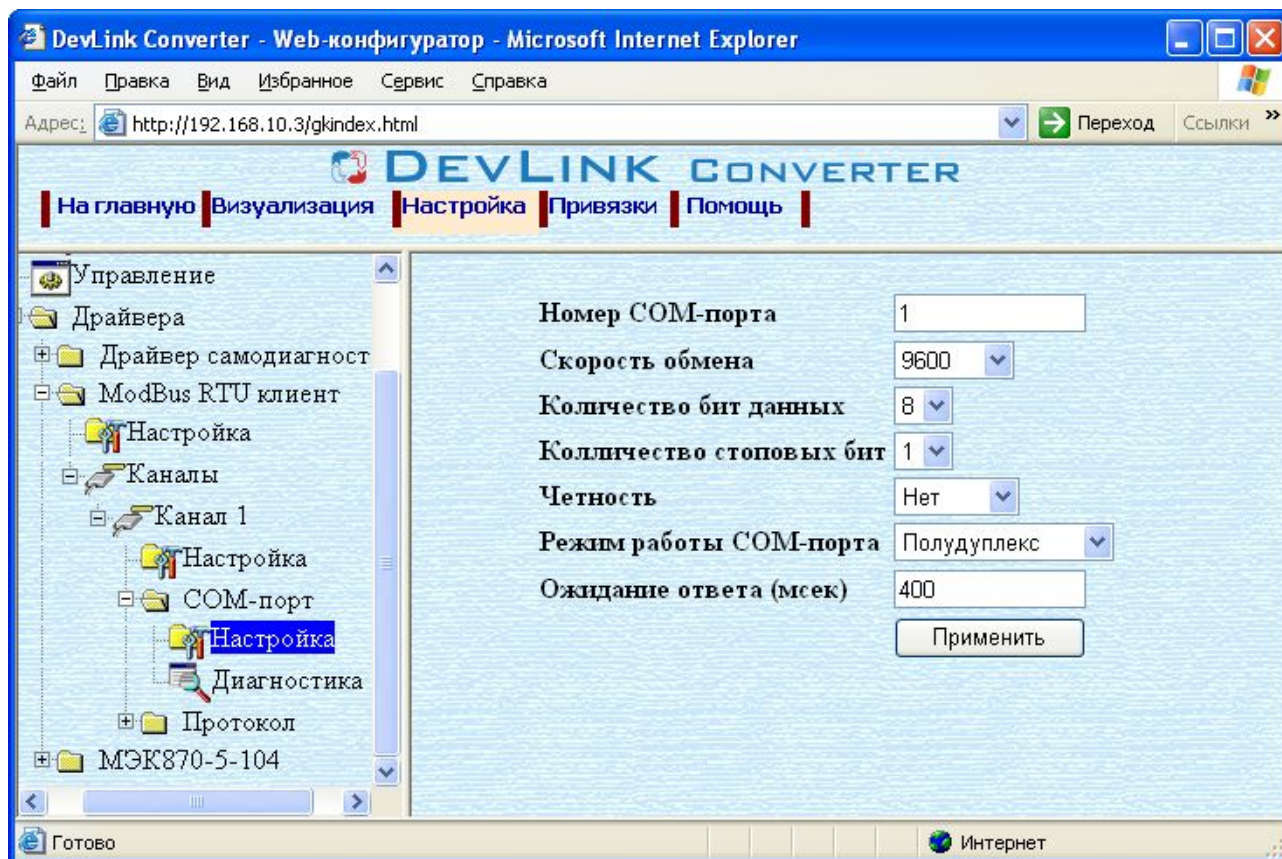

Рисунок 3.9 – Настройка модуля COM-порта
- Выберите в дереве объектов папку «Настройка» модуля COM-порта нужного канала драйвера (рисунок 3.9).
- Задайте необходимые настройки и для их применения нажмите кнопку «Применить» (рисунок 3.9).